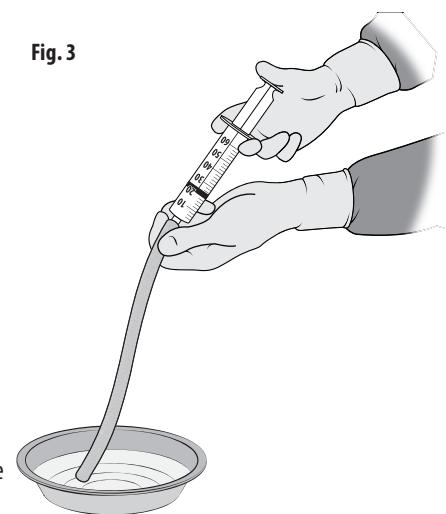

Fig. 3
1. Utiliser une seringue stérile pour rincer l'ouverture de la prothèse avec 20 ml de sérum physiologique stérile. Fig. 3. Répéter au moins deux fois.